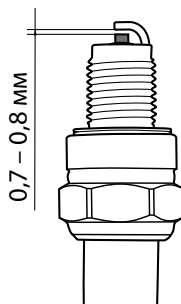

рис. 14
3. Выверните свечу шестигранным ключом и осмотрите ее. Электроды свечи должны иметь светло-коричневый цвет (рис. 14).
5. Очистите электроды мелкой наждачной бумагой до металла и проверьте зазор между заземляющим и центральным электродами, используя специальный щуп. При необходимости установите зазор 0,7–0,8 мм (рис. 14).